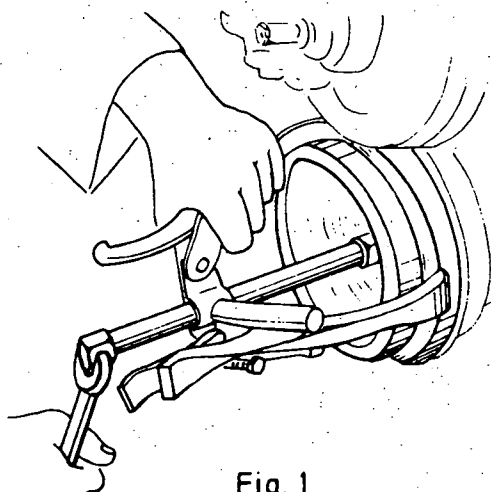

Fig. 1
- b Coloque o extrator e retire-o (fig. 1).